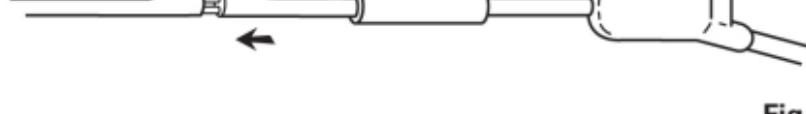

Fig. 5
5. Deslize as cânulas de metal, pequena e grande, para dentro dos lúmenes do cateter até que a ponta do cateter de substituição esteja a cerca de 3 mm da ponta do cateter. (Fig. 5)